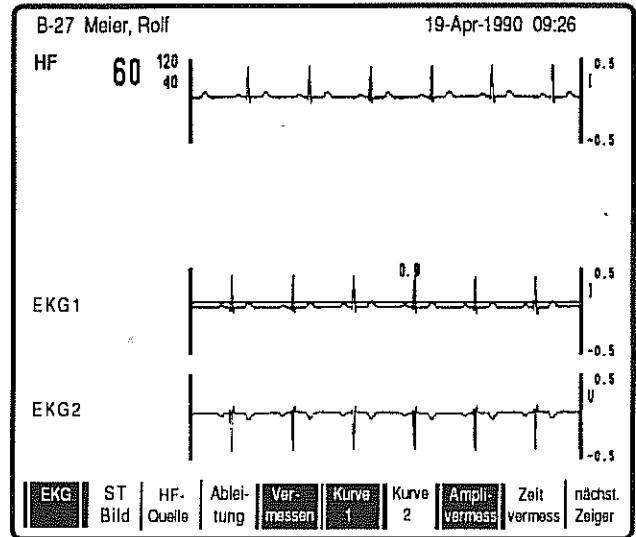

Bild 23
* Drücken Sie Taste **F5 Vermessen**. Es erscheint jetzt eine geänderte Soft-key-Zeile, in der das Gerät gleichzeitig die Funktionen **Kurve 1** (Taste **F6**) und **Ampli vermessen** (Taste **F8**) einschaltet (Bild 23).
Wie Bild 23 zeigt, schaltet das Gerät automatisch auf die Amplitudenvermessung (**F8**) von Kurve 1 (**F6**). Gleichzeitig erscheint in Kurve 1 (obere Kurve) eine waagrechte Linie (Meßlinie 1). Mit Hilfe der Pfeiltasten \uparrow \downarrow können Sie von dieser Linie ausgehend eine zweite Meßlinie nach oben oder unten verschieben. Der Abstand zwischen den beiden Meßlinien wird über der Kurve in Millivolt angegeben.